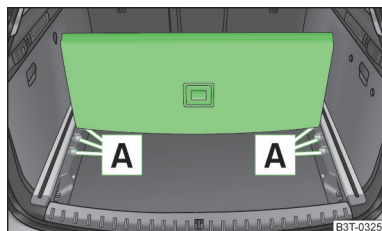

Fig. 114
- Introducir el borde posterior en uno de los orificios **A** » fig. 114.